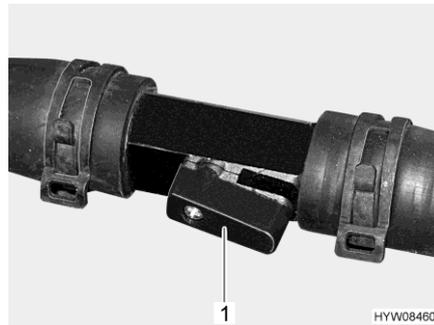

Fig. 174 Llave de paso (abierta)
- Ajustar la palanca (Fig. 174,1) en paralelo a la tubería (Fig. 174). Cuanto más se abra la llave de paso tanto más alta será la potencia calorífica.
- Ajustar la palanca (Fig. 174,1) transversalmente a la tubería. El circuito de calefacción se realizará a través de la tubería de derivación.